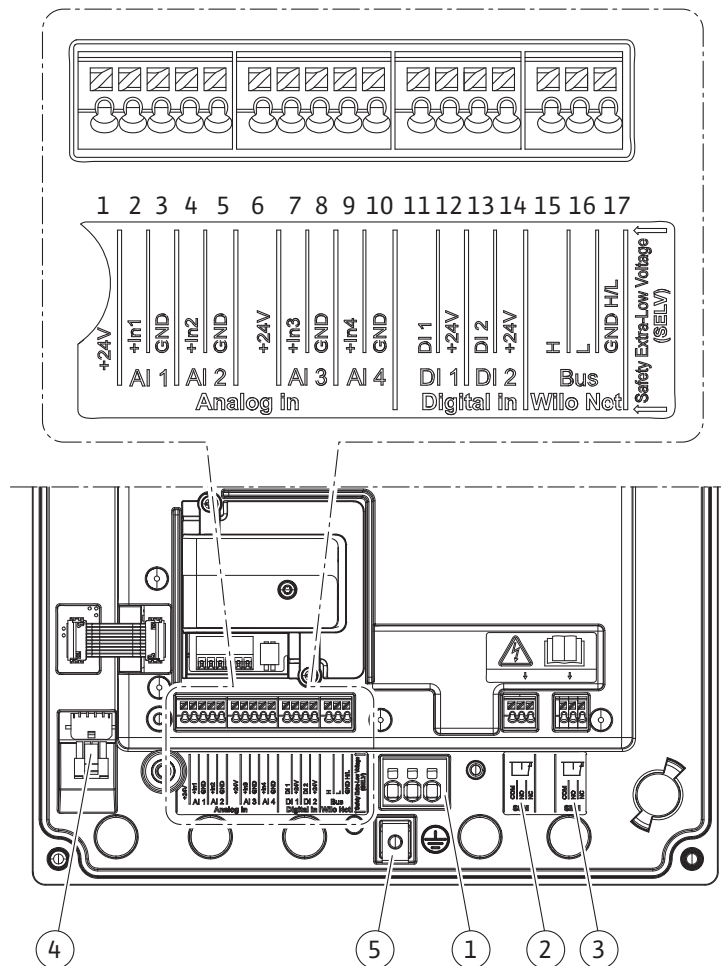

Fig. 19: Overzicht klemmen in de module
4. Leid de aansluitkabel door de kabelschroefverbinding M25 (Fig. 19, pos. 1). Draai de kabelschroefverbinding met het voorgeschreven draaimoment vast.